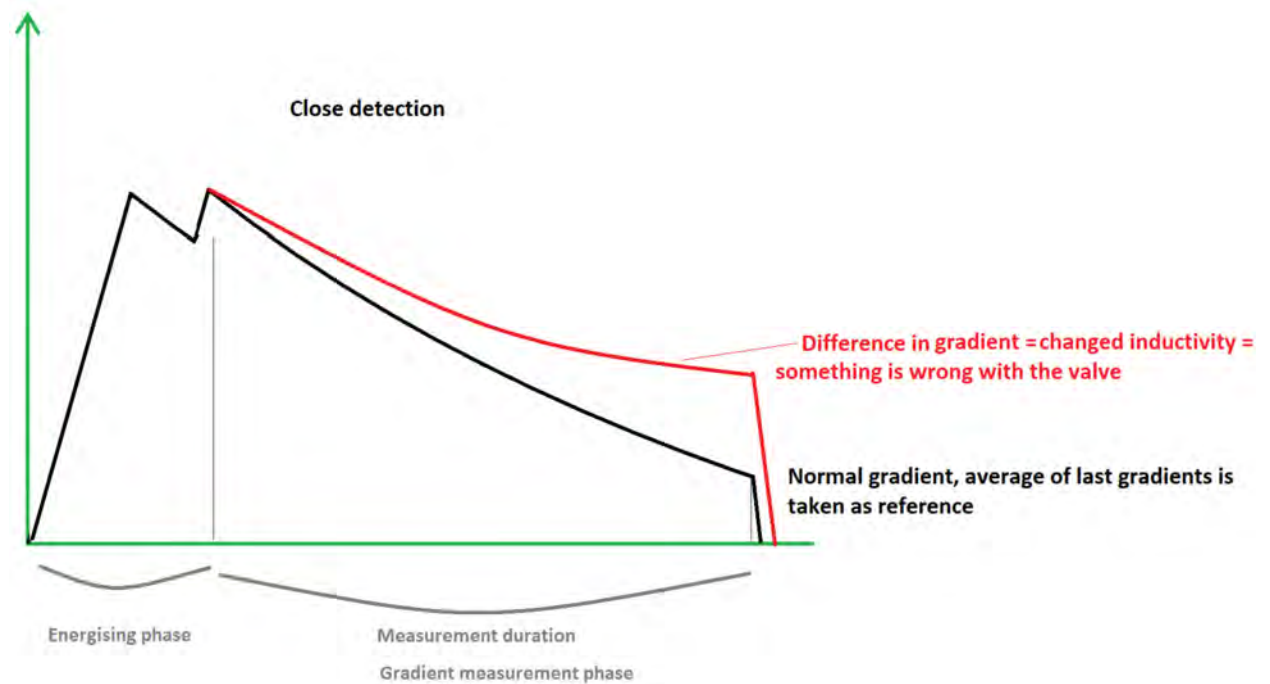

Abbildung 2 Stromverlauf Close Detection
- **Close Detection** (siehe Abbildung 2 Stromverlauf Close Detection)